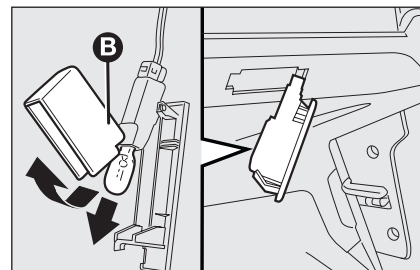

fig. 43
- ☐ aprire la protezione **B**-fig. 43 e sostituire la lampada inserita a pressione;